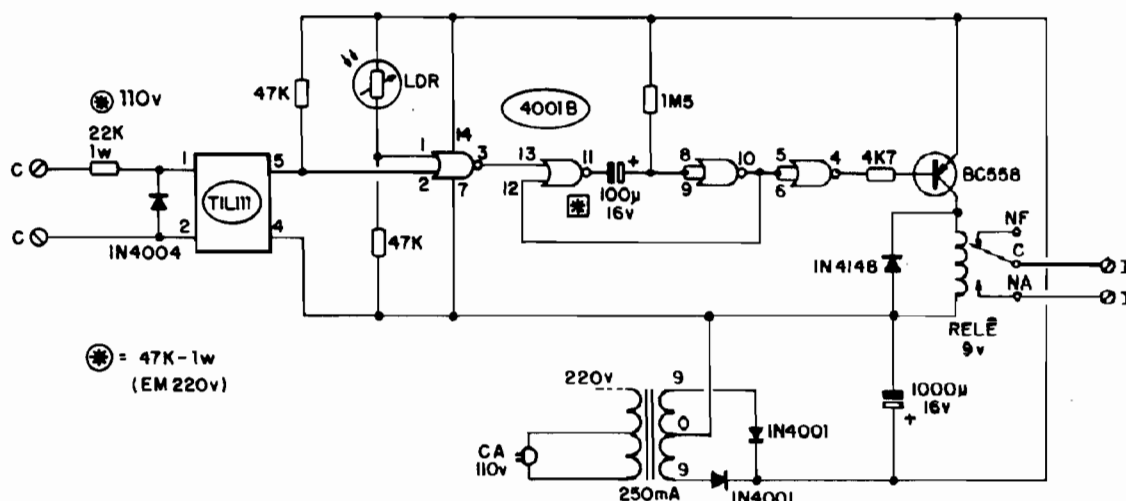

Fig.1
- FIG. 1 - O CIRCUITO - Apesar da relativa complexidade das suas funções, o esquema do PORTAU é muito simples, usando componentes em pequena quantidade (todos de fácil aquisição...). O núcleo do circuito é um Integrado Digital da "família" C.MOS, o 4001B (barato e comum), que contém 4 **gates** com função "NOR" (não ou), de duas entradas cada, todas inteligentemente aproveitadas na organização da montagem... Os dois gates "centrais", delimitados pelos pinos 11-12-13 e 8-9-10 formam um simples MONOESTÁVEL (temporizador) cujo período é determinado pelos valores do resistor de 1M5 e capacitor de 100u... Notem que, com o citado valor resistivo, a temporização corresponde a aproximadamente 1 **segundo por microfarad** (do capacitor). Os 100u, portanto, "dão" um tempo de aproximadamente 100 segundos (pouco mais de 1 minuto e meio...). Se o caro Leitor/Hobbysta achar tal período curto ou longo demais, poderá facilmente alterá-lo, mudando o valor do dito capacitor (sempre considerando a razão de 1s/uF...). O disparo do MONOESTÁVEL é feito pelo pino 13 do 4001B, e apenas se dá quando tal pino "vê" um nftido nvel digital "alto", na exata transição de "subida"... Esse comando é fornecido pelo primeiro gate (pinos 1-2-3),